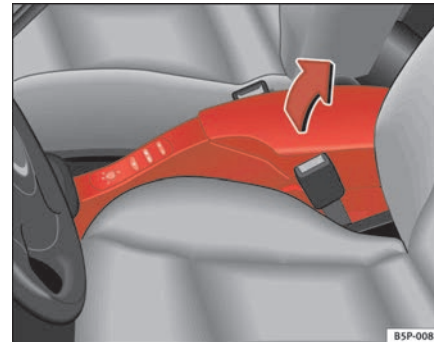

Abb. 101 Armlehne vorne mit einem Ablagefach
- Zum Öffnen des Ablagefaches drücken Sie die Taste der Armlehne in Pfeilrichtung ⇒ **Abb. 101** und heben den Deckel nach oben an.